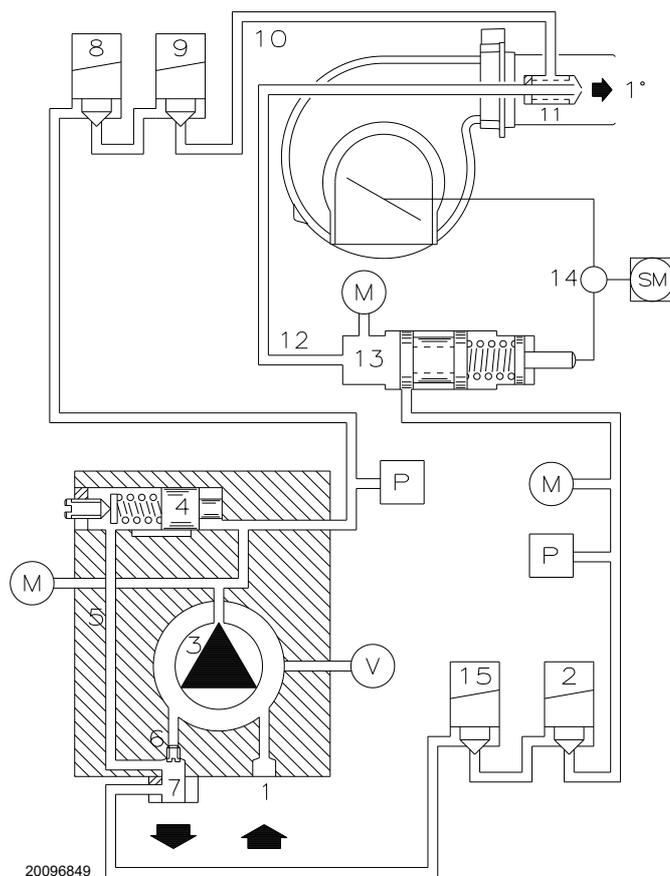

Abb. 30
Sie sind am Brenner installiert und der Bypass wird mit der Schraube 6)(Abb. 30) geschlossen.
- Die Pumpe 3)(Abb. 30) saugt den Brennstoff vom Tank über die Leitung 1) an und bringt ihn im Vorlauf unter Druck.
Zeichenerklärung (Abb. 30)